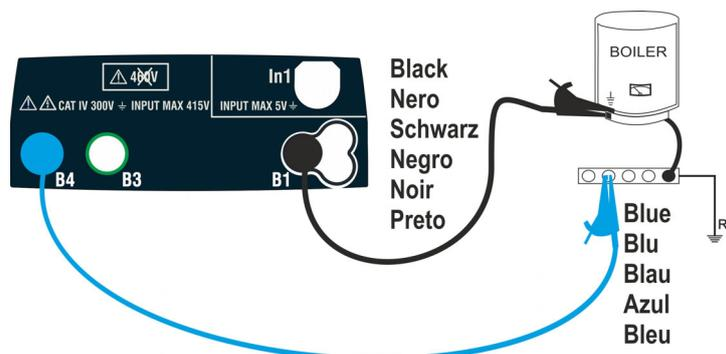
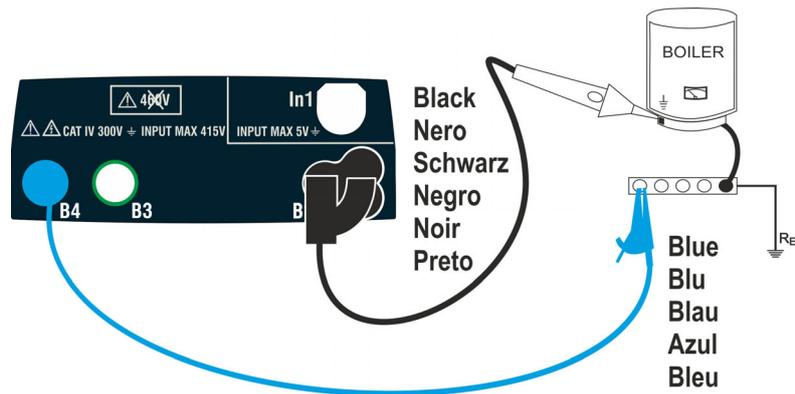

Fig. 10: Essai de continuité à travers câbles individuels
Fig. 11: Essai de continuité à travers une embout à distance
- Brancher la/les aiguilles-sondes au conducteur examiné, conformément aux Fig. 10 ou Fig. 11
- Connecter les pinces-crocodiles et/ou la ou les aiguilles-sondes au conducteur examiné conformément à Fig. 10.